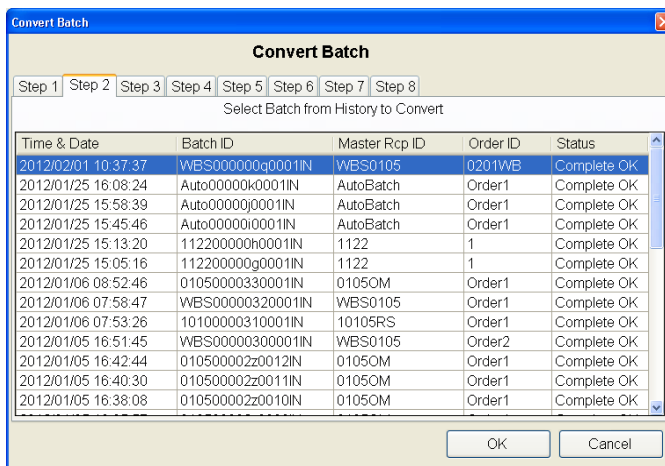

Figura 12-22: Pantalla de selección de receta de origen de Convertir lote
- Enseguida, de la lista de registros de historial (Figura 12-22), seleccione la receta a ser convertida. En la lista siguiente hay varios archivos de historial de lotes disponibles. Seleccione la primera receta de la lista, la cual es la receta de existencias de base blanca, y haga clic en OK.